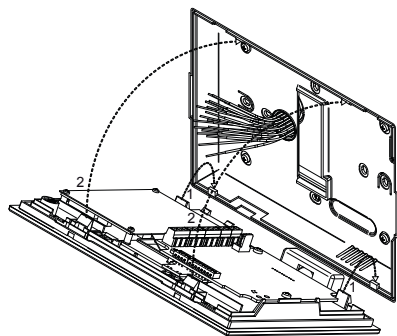

Fig. 6
4. Effettuare le connessioni con l'ausilio di un giravite piatto e le configurazioni dei dip-switches come da schema di collegamento fornito a corredo o come da foglio di istruzioni quindi fissare la parte frontale del videocitofono al coperchio posteriore come mostrato in **Fig. 6**: agganciare prima la parte inferiore quindi la parte superiore fino allo scatto di aggancio;